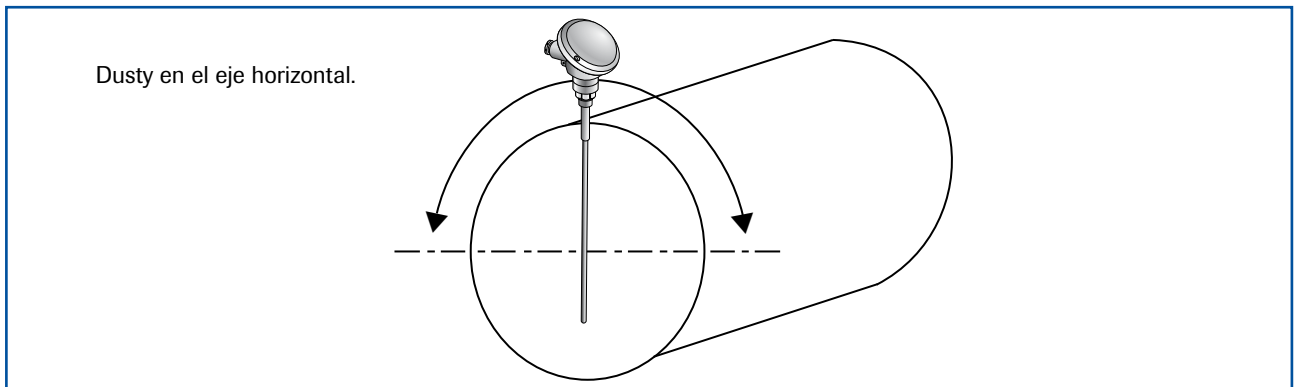

Imagen 2a: Sección transversal redonda
2. En conductos horizontales con sección transversal redonda, Dusty puede ser instalado en cualquier posición a través el eje horizontal (entre las 9 y las 3 horas). (Véase la imagen 2a)